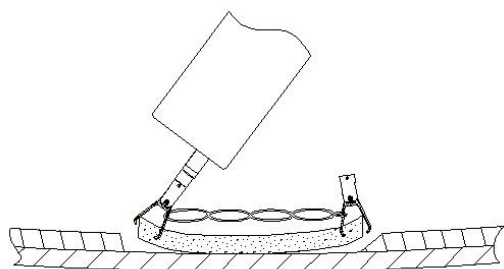
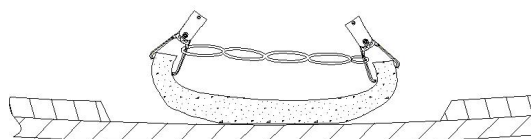

Fig. 5
Fig. 6
10. Når armen/kjeven/utstikket til den endoskopiske klemmen har gått i inngrep med/gjennom den distale sløyfen på den elastiske ringen, kan den plasseres riktig for å gå i inngrep i vevet for å gi ønsket trekraft/mottrekraft/triangulering. Når den endoskopiske klemmen er i inngrep med målvevet og koblet til den elastiske ringen på den primære klemmen, settes den ut fra kateterenheten i henhold til trinn 7 ovenfor (fig. 5 og fig. 6). Etter hvert som vevet kuttes og frigjøres fra sin posisjon, vil spenningen fra løkken som forbinder de to klipsene, heve vevslappene slik at det underliggende vevet blir eksponert, og de riktige skjærevinklene kan bidra til reseksjonsprosessen.